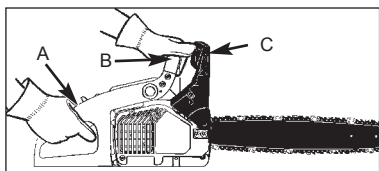

Fig. 10
3. Saisissez la poignée arrière (A) avec votre main droite (Fig. 10).
4. Avec votre main gauche, tenez fermement la poignée avant (B) [pas le levier de frein de chaîne (C) (Fig. 10).
5. Enfoncez la manette de gaz à 1/3 et activez immédiatement le levier de FREIN DE CHAÎNE (C) (Fig.10).